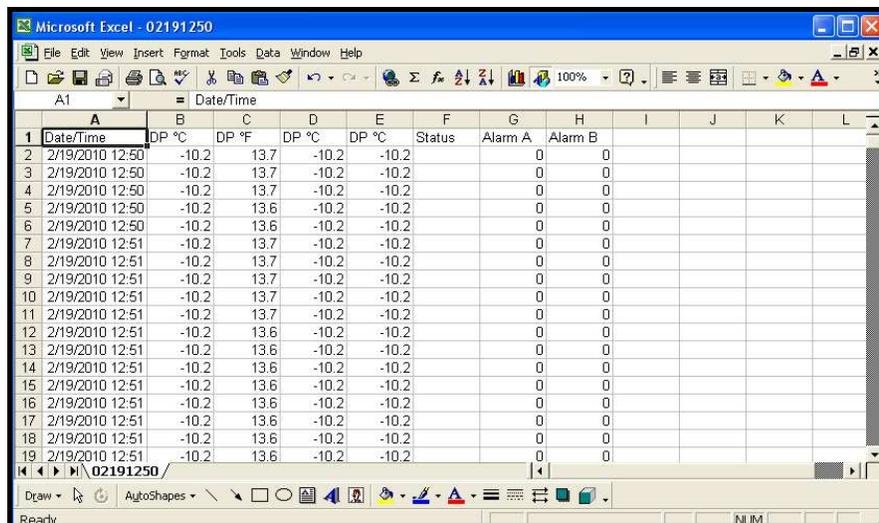

Abbildung 65: Erfolgreicher Excel-Import
- Wenn die Einrichtung abgeschlossen ist, klicken Sie auf Fertig stellen. Ein Bildschirm ähnlich Abbildung 65 auf Seite 74 wird angezeigt.